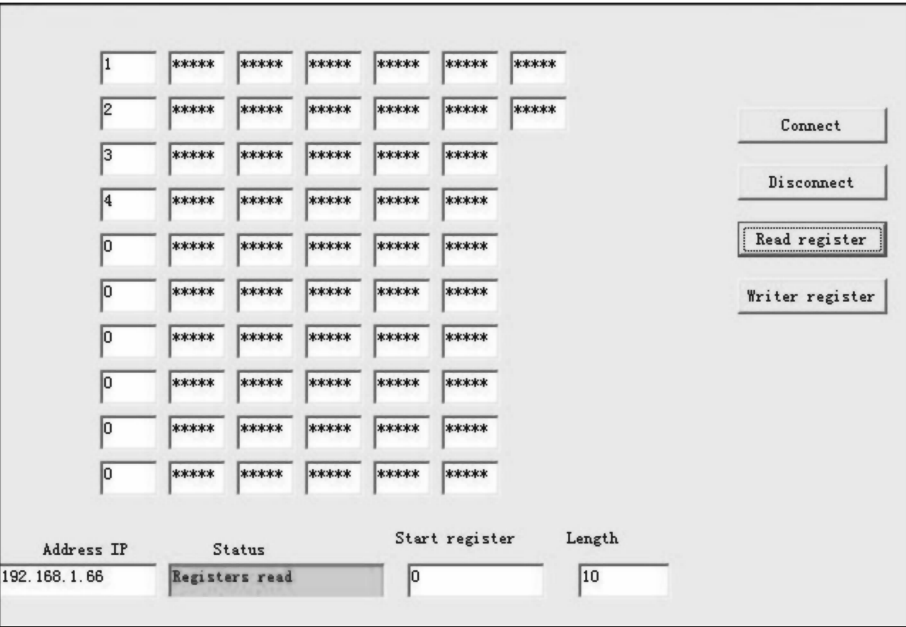

图 9-44 读取 Micro850 中的变量
5) 点击“Read Registers”按钮会发现前 4 个文本框出现数值 1、2、3、4，这表明 VB 可以通过 Modbus TCP 协议对 Micro850 中的变量进行读取，如图 9-44 所示。